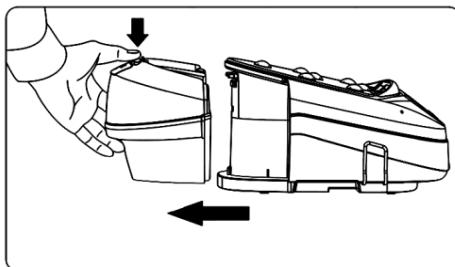

Abb. 1
2. Drücken Sie die Taste zur Entriegelung des Wassertanks, ziehen Sie ihn heraus, vgl Abb. 1.